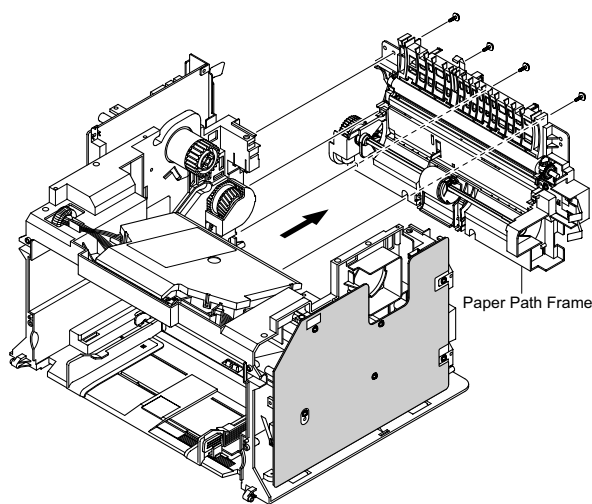

Рисунок 1
5. Открутите четыре винта, которые крепят раму тракта бумаги, и снимите ее в направлении стрелки, рисунок 1.